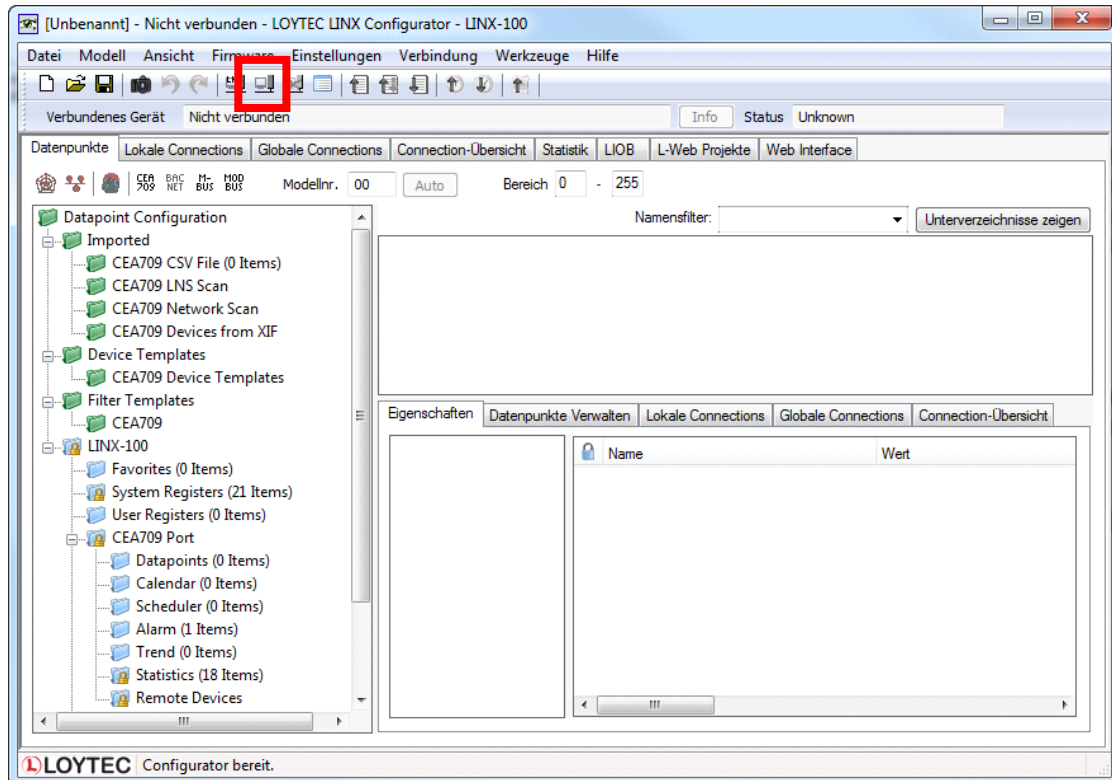

Abbildung 46: Hauptfenster der L-INX Configurator Software.
1. Starten Sie die L-INX Configurator Software über das Windows Startmenü **Start** → **Programms** → **LOYTEC LINX Configurator** → **LOYTEC LINX Configurator**. Die Anwendung startet und zeigt das Tab mit dem Datenpunktmanager wie in Abbildung 46 gezeigt.
2. Wenn das Gerät bereits angeschlossen ist, verbinden Sie sich durch Drücken des Schnellstartknopfes **Mit Gerät verbinden** (siehe rote Markierung in Abbildung 46).